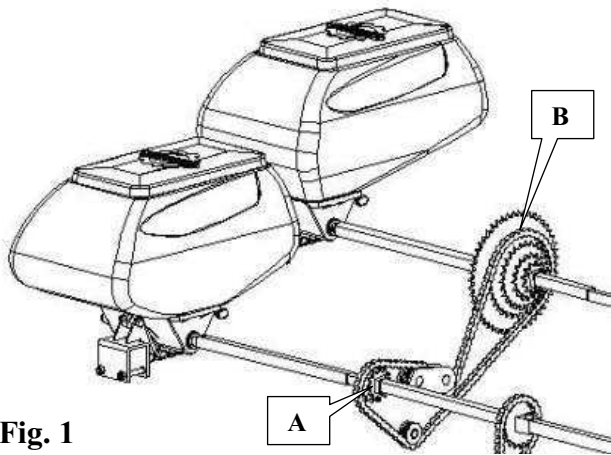

Fig. 1
La regolazione della dose/ettaro viene effettuata con un selettore di variatore (A fig. 1). Questa regolazione dipende dall'interfila e dal prodotto utilizzato. La tabella qui a lato fornisce le regolazioni indicative (fonte AGPM) che devono essere verificate su terreno. Per effettuare la regolazione :
- 1 - Smontare i due carter di trasmissione (E e F fig. 1)
- 4 - Riposizionare i due carter (E e F fig. 1)